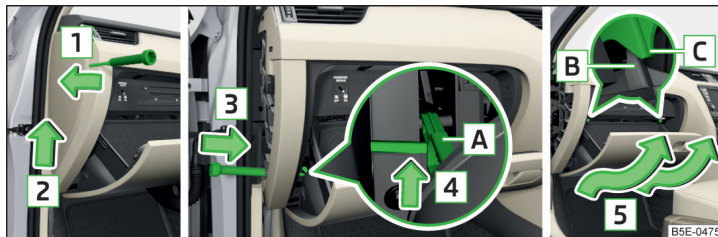

Fig. 239 Compartimento guardaojtos en el lado del acompañante: conduc-
- Introduzca un destornillador debajo de la cubierta lateral » **fig. 239.**
- Introducir el tope [B] del compartimiento guardaobjetos detrás de los apoyos [C] » fig. 239.